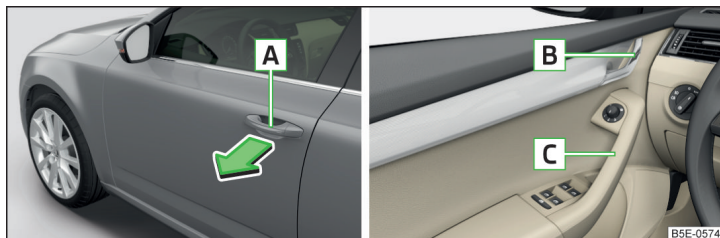

Fig. 41 Tirador/palanca de apertura de la puerta
- Tirar en el tirador **A** en el sentido de la flecha » fig. 41.